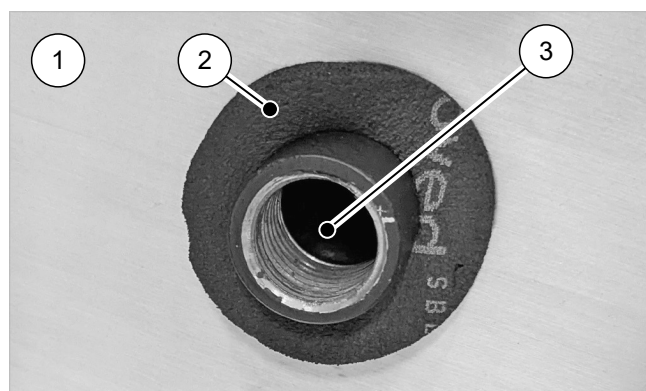

Fig. 15: Rosetta inserita nel passacavo di collegamento
1. Per prima cosa, prelevare le rosette in dotazione dalla confezione di montaggio e rimuovere la pellicola protettiva dal lato adesivo. Far passare le rosette attorno ai tubi che collegano l'accumulatore al modulo di carica e incollarle (cfr. → fig. 15).